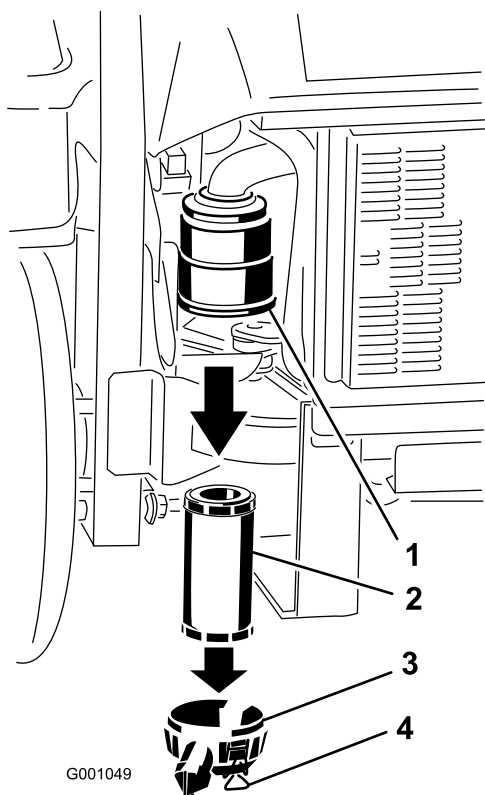

Figura 43
3. Abra los cierres del limpiador de aire y tire de la tapa de la entrada de aire para separarla del cuerpo del limpiador de aire (Figura 43).
5. Extraiga con cuidado el filtro del cuerpo del limpiador de aire (Figura 43). Evite golpear el filtro contra el lado de la carcasa.